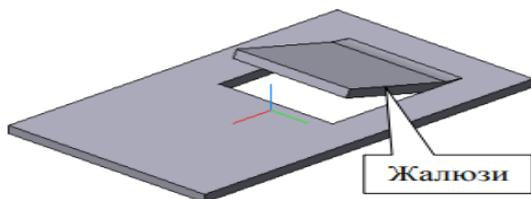

Рис. 15
- контур в эскизе штамповки может быть замкнутым или разомкнутым; Рис. 15
9. Дать полную характеристику построенного в системе КОМПАС-3D и представленного на рис. 15 жалюзи?